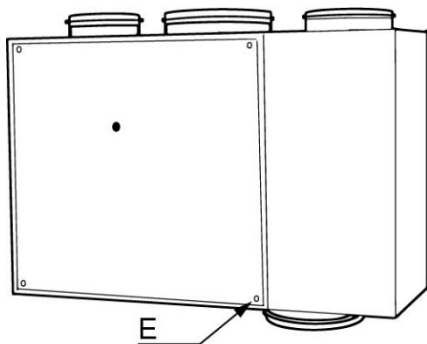

Fig. 2
- Løsne de 4 skruene (E), og løft inspeksjonsluken forsiktig bort, fig 2.